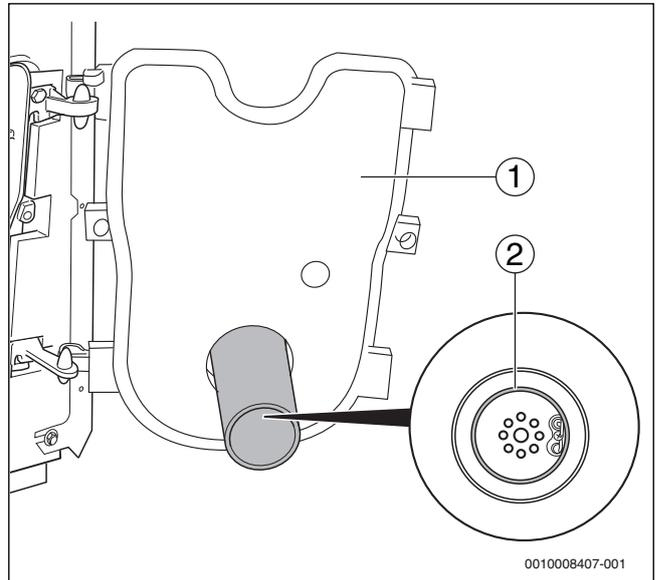

Bild 45 Korrekten Sitz der Dichtung prüfen
- ▶ Bei geöffneter Brenntür (→Bild 45, [1]) korrekten Sitz der Dichtung (→Bild 45, [2]) prüfen.
- ▶ Brennentür schließen (→Bild 45, [1]) und Befestigungsschrauben der Brennertür festziehen (ca. 10 Nm).